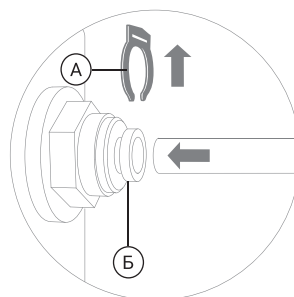

Рис. 3
1. Отсоедините стопорную клипсу (А), затем вставьте до упора в фитинг трубку (Г), продев ее через цанговое кольцо (Б) (рис. 3). Для герметизации соединения приложите дополнительное усилие, при этом трубка утопится еще примерно на 3 мм и будет плотно обжата резиновым кольцом.